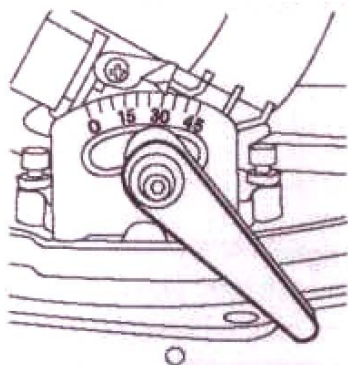

Рис. 9
1. Убедитесь, что пильный блок находится в 90° (исходное положение). Красный указатель угла (26) должен быть расположен точно в положении 0° шкалы (25). Если это не так, ослабьте винт (6), которым крепится указатель угла (26) и установите дисплей надлежащим образом в 0° . Затем затяните винт (рис. 9).